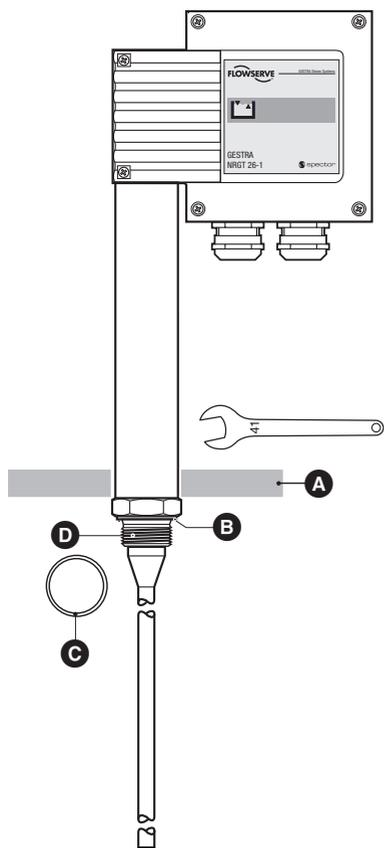

Fig. 4
2. Poser le joint fourni **C** sur le siège **B** de l'électrode. **Fig. 4**